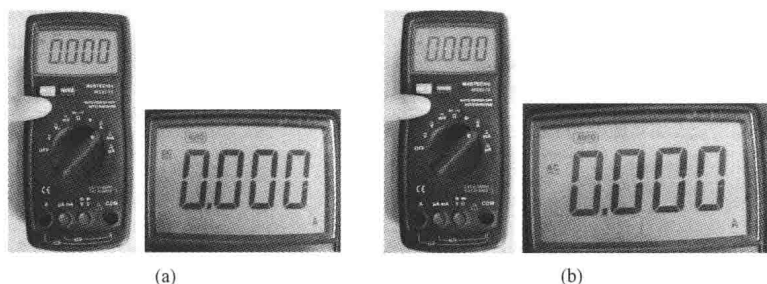

图 5-28 选择测量方式
(3) 按黄色功能按钮选择直流电流或交流电流测量方式，如图 5-28 所示。